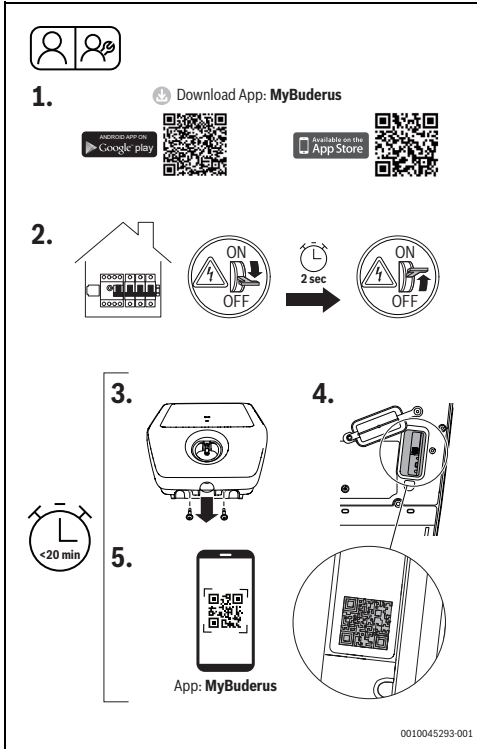

Fig. 187 MyBuderus
- ▶ Opriiți Logavolt de pe tabloul de distribuție de la alimentarea cu energie electrică și, după aproximativ două secunde, porniți-l, pagina din nou (Fig. 187, pagina 179, pasul [2]).
- ▶ Desfaceți cele două șuruburi de pe capacul frontal (Fig. 187, pasul [3])